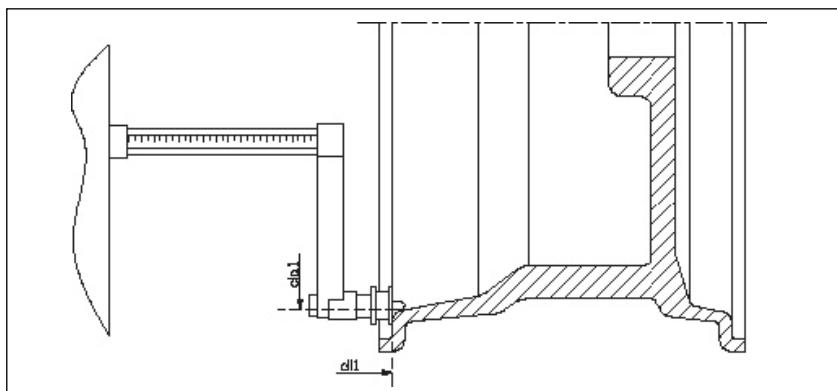

Abb. F3.7 - Automatische Erfassung der Felgenaußenentfernungswerte in den Modi ALS1 und ALS2
- 3) Ziehen Sie das Lineal für Entfernung / Durchmesser gegen die Innenseite der Felge heraus, wo der Auswuchtklotz platziert wird. Der ALS1-Modus wird in Abbildung F3.7 gezeigt, der ALS2-Modus wird in F3.8 gezeigt.